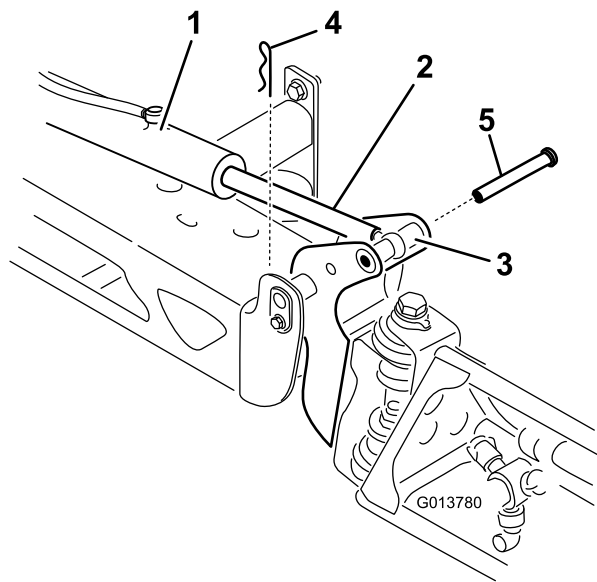

Figura 65
2. Staccate la coppiglia dal perno con testa (Figura 65).
3. Sollevate la sezione, rimuovete il perno con testa e lentamente abbassate a terra la sezione (Figura 65).
7. Supportando la sezione di irrorazione, inserite il perno con testa attraverso il perno della barra e l'asta dell'attuatore (Figura 65).